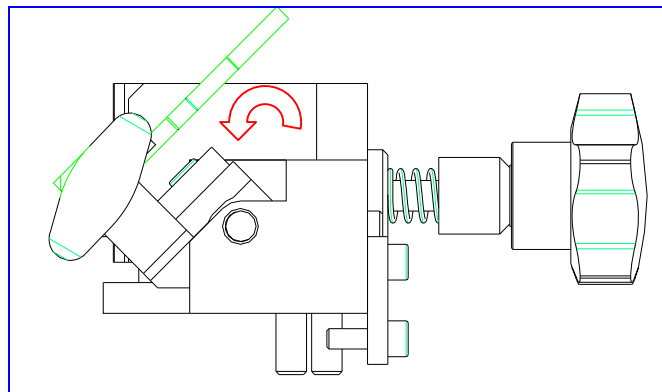
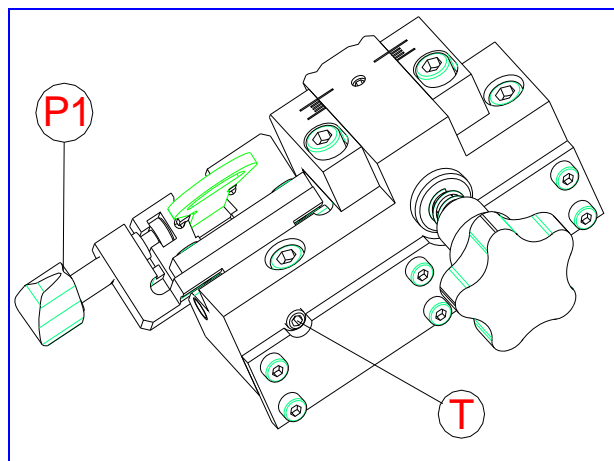
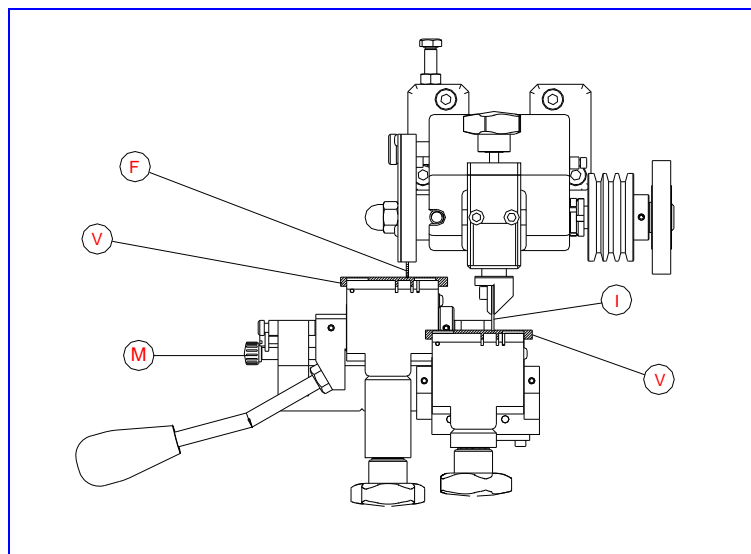
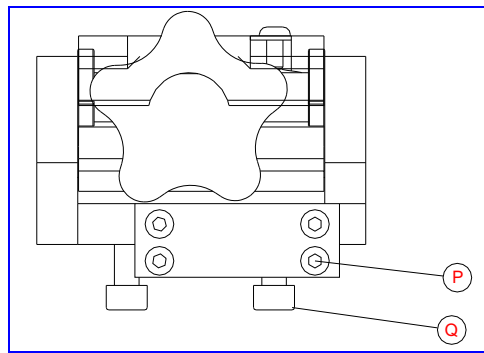

Fig.5
Fig.6
Fig.9
Fig.10
- Soltar los pomos (15) y alinear la segunda posición del carro (R2) con la referencia (S).
- Aflojar el prisionero (T), girar la mordaza 45° como se ve en la Fig.5.
- Después fijar la mordaza en esa posición girando el prisionero (T) de tal forma que la mordaza queda bloqueada.
- Introducir las llaves en las mordazas, teniendo cuidado en que la llave vaya hasta el fondo de la ranura. Una vez introducido la llave amarrar las llaves girando el pomo(P1). Ver Fig.6.
- Poner la máquina en marcha y sosteniendo el carro por medio de la palanca, acercar las llaves hacia el índice copiador (I) y la fresa (F).
- Recomendamos que se ha de trabajar pausadamente, sin forzar la fresa. El duplicado se consigue moviendo la mordaza con movimientos verticales, para ello se debe sacar la varilla (Q) y con la palanca (P) mover la mordaza verticalmente. Ver Fig.10
- Colocar las dos piezas de reglaje (V) en la mordaza, tal y como se indica en la Fig 9. Avanzar la varilla (M) para que la mordaza se quede en su posición correcta de reglaje.
- Acercar las mordazas hacia el índice copiadore (I) y la fresa (F), de forma que las piezas de reglaje se ajusten sobre el índice copiadore y la fresa.
- Aflojar los dos tornillos (P) y (Q) de la mordaza que estás reglando (la mordaza que se ha cambiado) y mediante una pequeña maza de plástico, darle ligeros golpes a la mordaza delante o detrás de forma que la fresa (F) y el índice copiadore (I) coincidan con las varillas de reglaje (V). Ver Fig 10.
- La distancia queda perfectamente regulada, coincidiendo el índice copiadore y la fresa con las respectivas piezas de reglaje. Seguidamente, apretar los tornillos (Q), y dejar frenado y bloqueado con los tornillos (P), para que a la hora de duplicar no se desajuste la mordaza con los golpes.